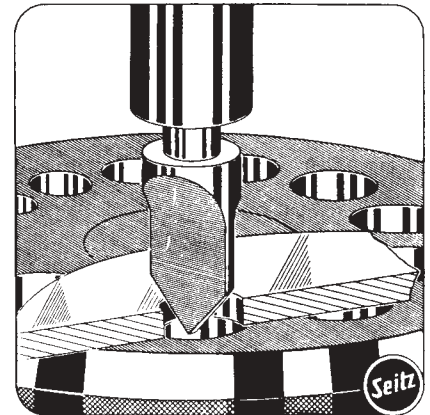

Abb. 84
a) Dient zum Ausensen einer Kantenbrechung bei Bohrungen, um Futter festsitzend vernieten zu können. Die Kantenbrechung wird immer auf der Platinenoberseite angebracht, da die Vernietung auf der Seite der Ölsenkung erfolgt (Abb. 84).